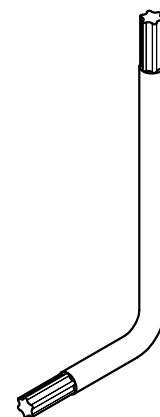

Fig.6
1. Utilice la llave en L (3MECL0001) suministrada específicamente para los tornillos TORX de seguridad (Fig.6) y destornille el tornillo en la parte delantera.